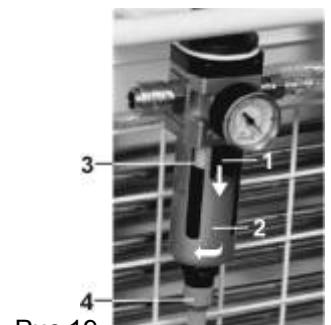

Рис.19
**Компрессоры с конденсационным и фильтровальным элементом (Рис.19)** При регулярной эксплуатации конденсат автоматически сливается через выпускной клапан фильтра конденсационного элемента. Контроль работы автоматического слива шлаков провести следующим образом:
(Рис.19)